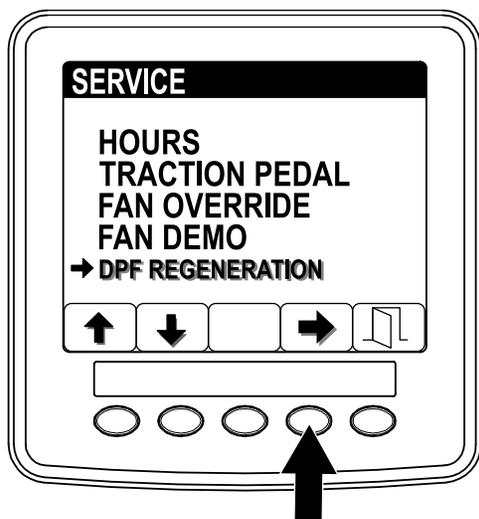

Figura 4
- Accedete al menu Service e premete i pulsanti 1 o 2 per far scorrere il menu fino all'opzione DPF REGENERATION (Figura 4).
- Premete il pulsante 4 per selezionare la voce DPF Regeneration (Figura 4).